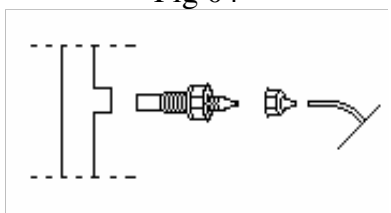

Fig. 05
11. Após selecionar o melhor ponto para injeção do líquido, enrosque a válvula de injeção ao conector 3/8”– 1/2” (existente junto ao kit de instalação) utilizando uma fita veda-rosca. Ligue a mangueira de injeção de produto à válvula de injeção conforme fig. 05. A válvula de injeção atua como retenção através do vedante de viton / silicone existente em sua extremidade, que não deve ser retirado.